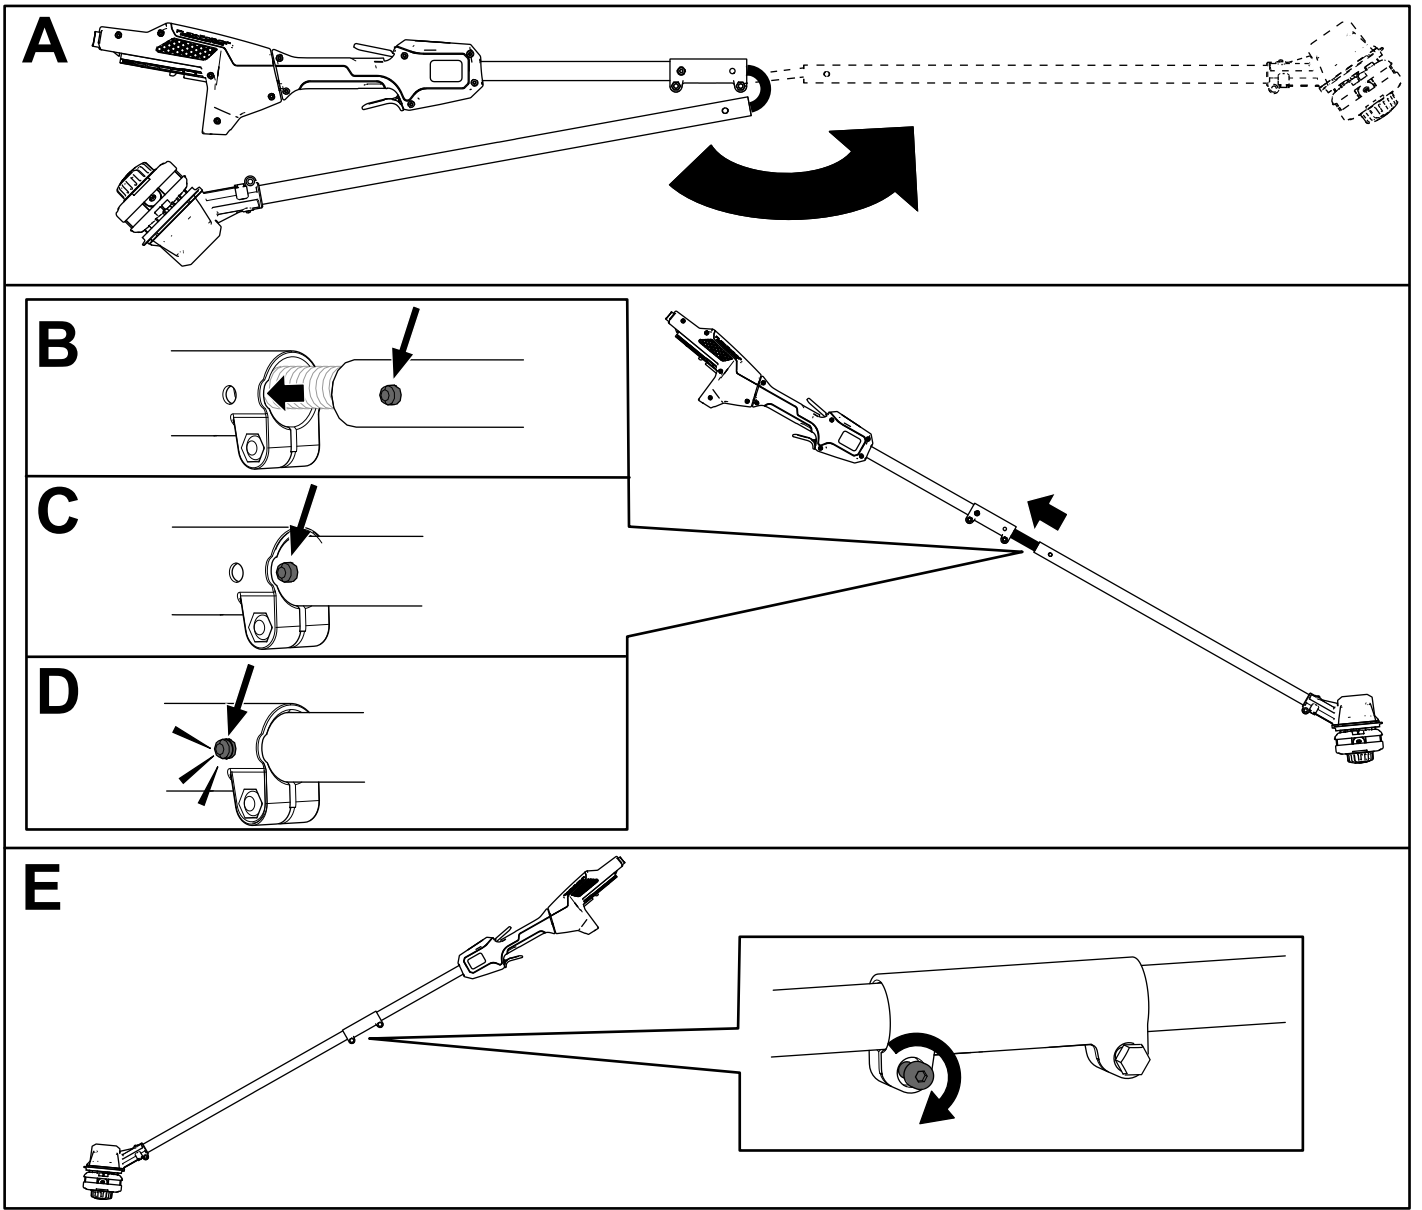

Figure 1
1. Dépliez le manche (A de la Figure 1).
2. Alignez le bouton de verrouillage de la moitié inférieure du manche et le trou dans la moitié supérieure, et emboîtez-les 2 moitiés ensemble (B et C de la Figure 1).
Remarque: Le bouton de verrouillage s'enclenche dans le trou quand les deux moitiés du manche sont correctement emboîtées (D de la Figure 1).
3. À l'aide de la clé Allen fournie, serrez la vis sur le connecteur du manche jusqu'à ce qu'il soit bien fixé (E de la Figure 1).